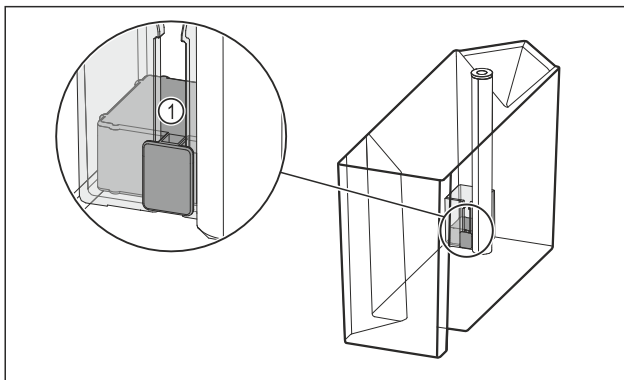

Fig. 100
- ▶ Kontroller om flottøren Fig. 100 (1) sitter fast.